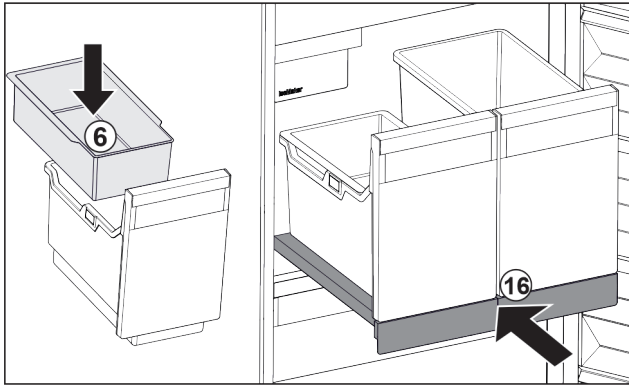

Fig. 91
- ▶ Inhangschaal Fig. 91 (6) voor ijsblokjes aanbrengen.
- ▶ Uitschuifplateau met bak (IceTower) er inschuiven. Fig. 91 (16)